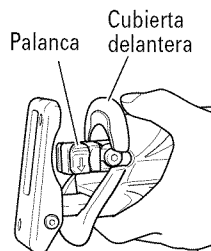

Fig. 2
(1) Conecte y desconecte varias veces el gatillo interruptor de manera que la palanca pueda salir completamente de la cubierta delantera (Fig. 2).
- No desmonte la cubierta delantera (consulte la Fig. 2).